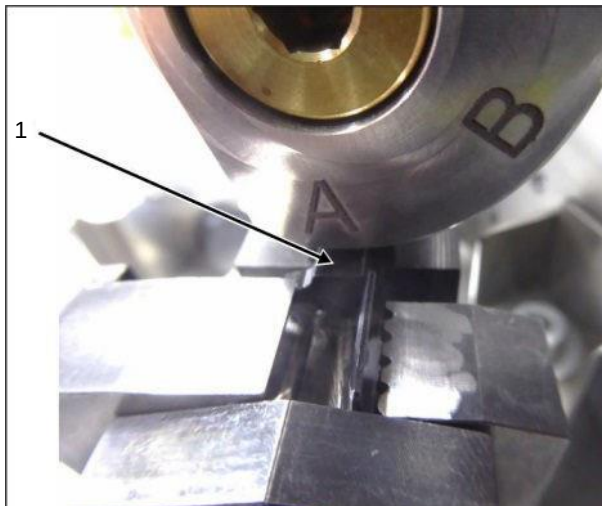

Fig. 18: Oppspenningsbord for hylse
- Trekk oppspenningsbordet til hylsen (fig. 18, pos. 1) framover.